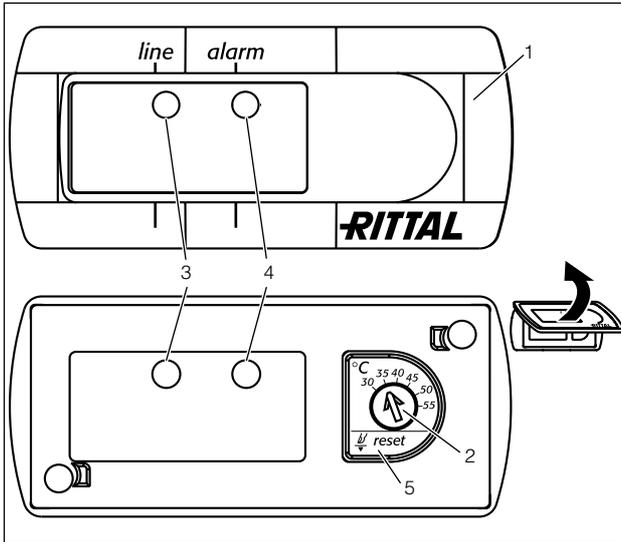

Imagen 26: Controlador básico
- Ajuste la temperatura teórica deseada en el dispositivo (imagen 26, página 20).
- Presione la tecla reset (imagen 26, nº 5) durante como mín. 3 segundos